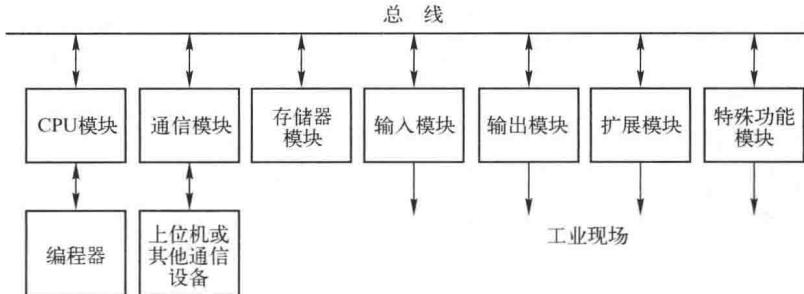

图 1-8 模块式结构
- ② 模块式结构：是把中央处理单元和存储器做成独立的组件模块，把 I/O 等单元做成各自相对独立的模块，然后组装在一个带有电源单元的机架或母板上，如图 1-8 所示。这种结构具有 I/O 点数可自由配置，模块组合灵活等特点，适用于复杂过程控